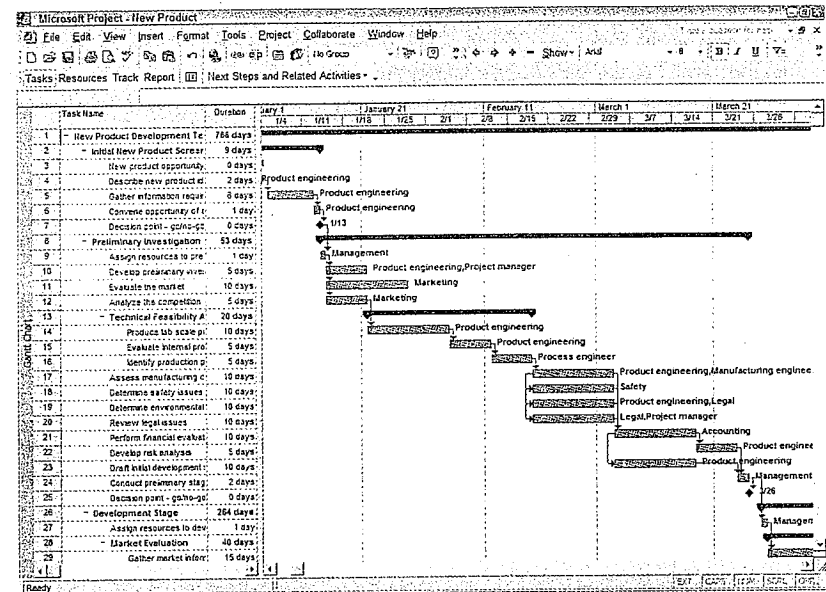

Рис. 12.2. Календарный план проекта в формате Гантта
- ✓ **Календарный планировщик.** Календарные планировщики проектов аналогичны инструментам создания карт процесса для проектов. Они позволяют охватить все запланированные рабочие задачи, ресурсы, затраты, риски и отразить их в календарном формате в соответствии с формальной организацией работы. На рынке имеются многочисленные программные средства управления проектами; инструменты, разработанные специально для проектов “Шесть сигм”, включают Instantis и SixNet. Это мощные инструменты с интернет-архитектурой, выполняющие подготовку календарного плана для специальных проектов “Шесть сигм”. Но существует и множество других; чаще всего используют инструмент календарного планирования проектов Microsoft Project. На рис. 12.2 приведен пример календарного плана проекта.